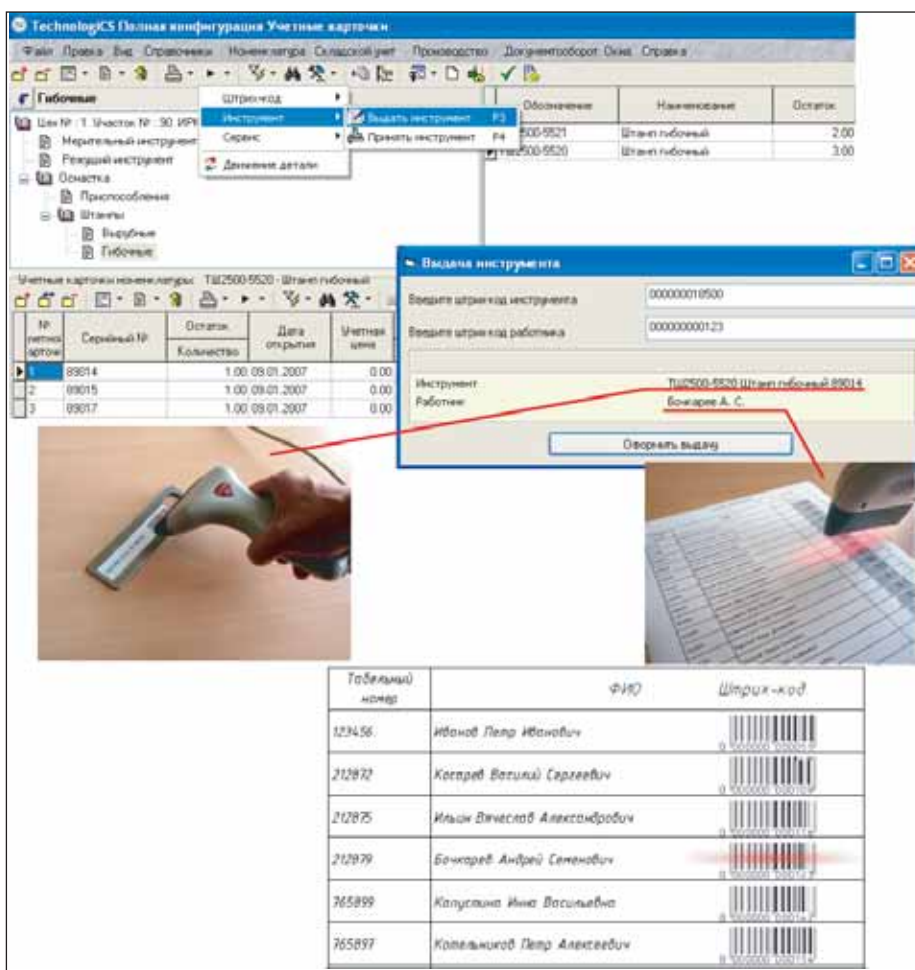

Рис. 6. Оформление выдачи инструмента (оснастки) из кладовой работнику
- на своем компьютере запускает нажатием одной "горячей клавиши" или через меню специальную пользовательскую функцию *Выдать инструмент* (рис. 6);